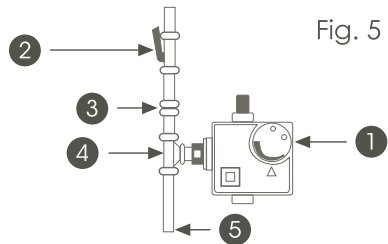

Fig. 5
- Trampa de sedimentos (separador de sedimentos), como se indica en la **Fig. 5** para evitar la entrada de polvo y materia extraña al termostato.
6. Es conveniente que el técnico que instale su calentador de agua, tome lectura de la presión. Esta deberá ser tomada cuando el quemador se encuentre encendido y justo a la entrada del termostato. En caso de no tener la presión correcta, se debe hacer ajuste de presión. Para facilitar lo anterior, quite la trampa de sedimento (**ver Fig. 5**) y realice la toma directamente de la tubería.